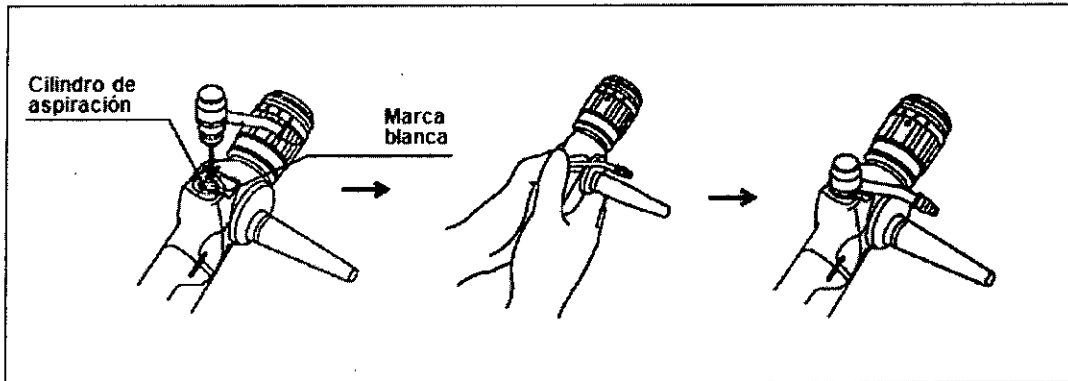

Figura 3.7
1. Introduzca la válvula de aspiración en el cilindro de aspiración, alinee el brazo del cuerpo principal con la marca blanca del endoscopio (véase la figura 3.7).
2. Presione la parte superior de la válvula de aspiración con los pulgares hasta que oiga el "clic" de encajado (véase la figura 3.7).